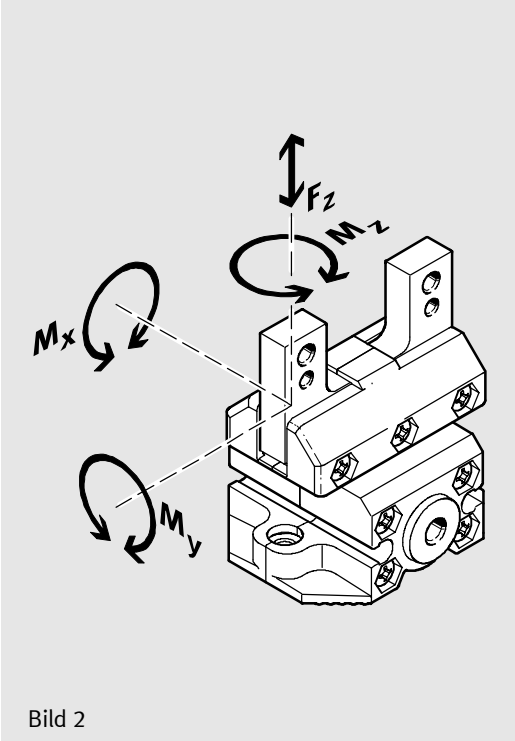

Bild 2
- Momente Mx, My und Mz (siehe Bild 2, links).